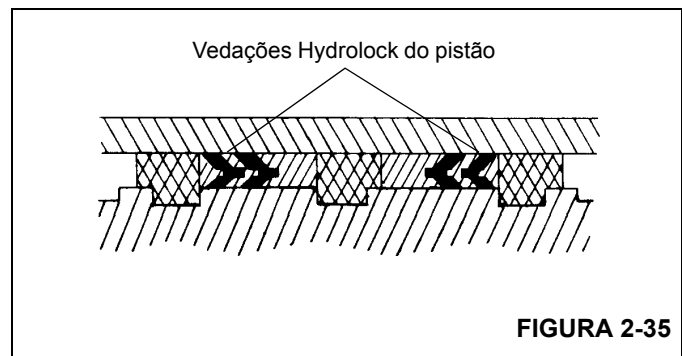

FIGURA 2-35
11. Instale as vedações Hydrolock de reposição na parte externa do pistão, Figura 2-35. Verifique se os dois "vês" nas vedações hydrolock apontam um para o outro.